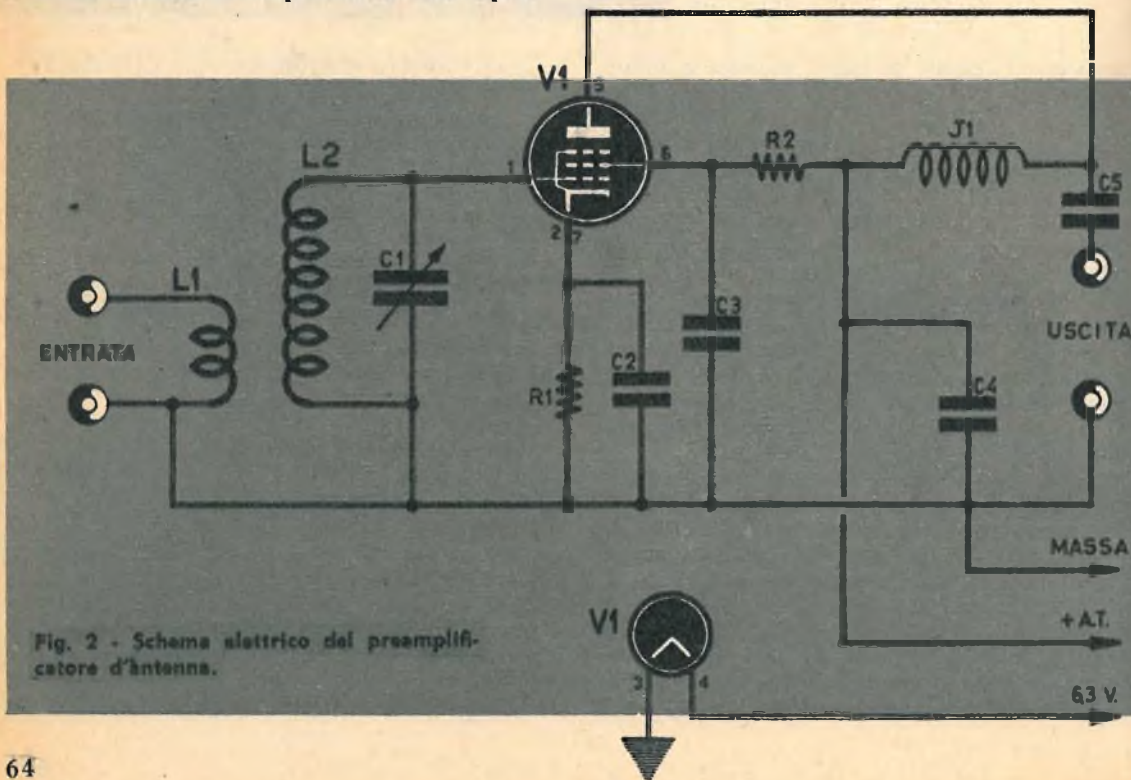

Fig. 2 - Schema elettrico del preamplificatore d'antenna.
**Fig. 2 - Ecco un originale impiego di un vecchio copertone d'auto. L'intelaiatura di corda di plastica, di cui la figura a sinistra mostra i dettagli costruttivi, trasforma il copertone in un tamburo elastico per saltare.**